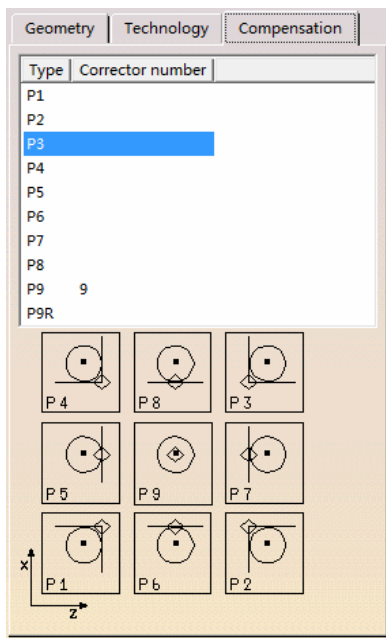

图 2-172 “Compensation” 补偿参数
- “Compensation”: 补偿参数。用于选择刀具补偿参数, 如图 2-172 所示。